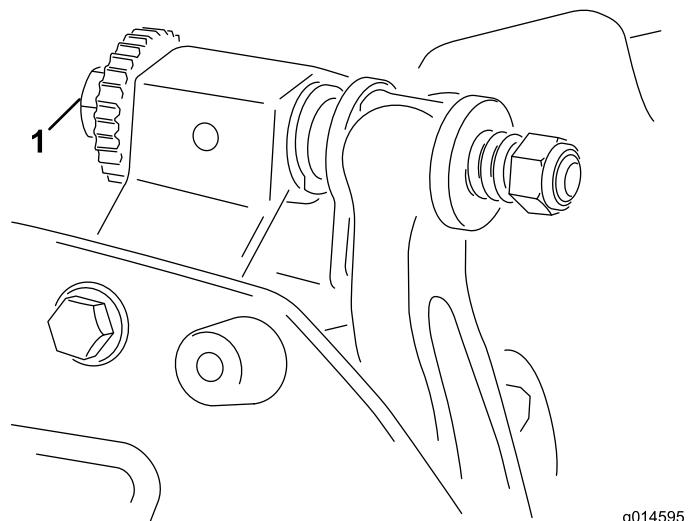

Figura 6
- A. Rotiți șuruburile de reglare pentru bara de cadru în sensul acelor de ceasornic (Figura 6), cu câte 1 clic, până când simțiți și auziți realizarea unui contact ușor.
6. Rotiți șurubul de reglare drept al barei de cadru (Figura 6) până când simțiți o presiune ușoară pe pana de fixare la glisarea dintr-o parte în alta. Îndepărtați pana de fixare.